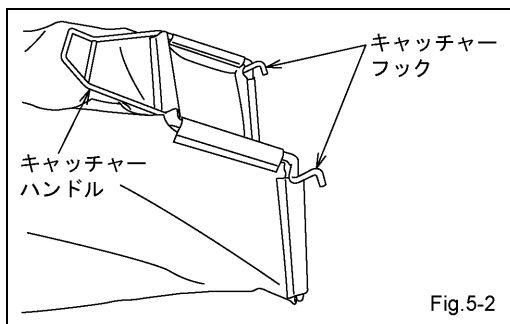

Fig.5-2
- （2）キャッチャーバック（集草器）の取り外しは、後部排出カバーを持ち上げ、キャッチャーハンドルを握り、少し持ち上げてキャッチャーフックを後部排出カバー支持棒より外します。（Fig.5-2）